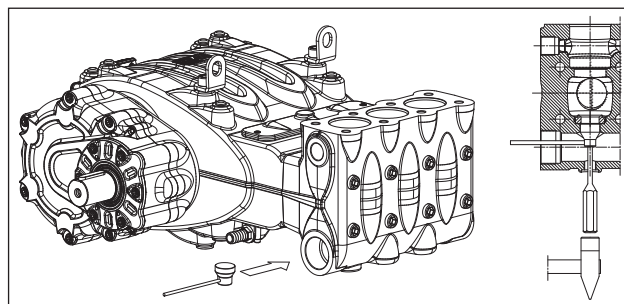

Fig. 108
Qualora l'estrazione del gruppo valvola di aspirazione risultasse particolarmente difficoltosa (ad es. per incrostazioni dovute ad un prolungato inutilizzo della pompa) utilizzare l'attrezzo estrattore cod. 27516200 (pos. ①, Fig. 108) ed agire come indicato.